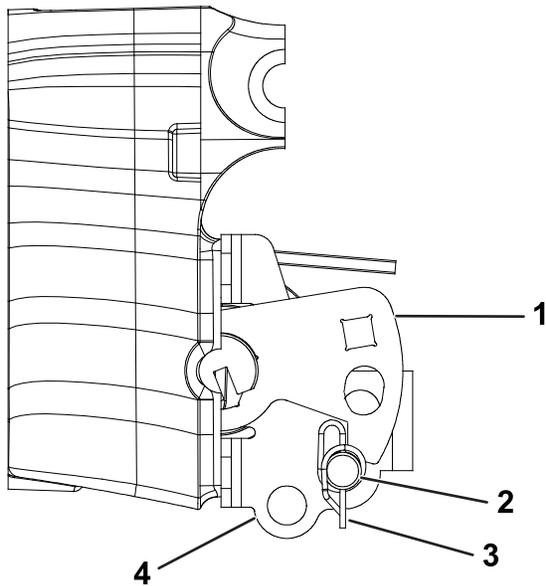

Figura 1
1. Eseguite i seguenti passaggi per eliminare la tensione dal gruppo di contrappeso della sospensione. Vedere Figura 1.
- Utilizzate la coppia rimossa in precedenza per fissare il perno con testa nel foro centrale nel supporto di contrappeso e sotto il braccio di tensione; fate riferimento a **Figura 1** per la posizione corretta del perno con testa.
Nota: Per le macchine a cilindro idraulico, riportate il gruppo di contrappeso sulla configurazione della macchina a cilindro elettrico, come illustrato nella **Figura 1**. Questa posizione contrasta l'aggiunta della zavorra del TMD.